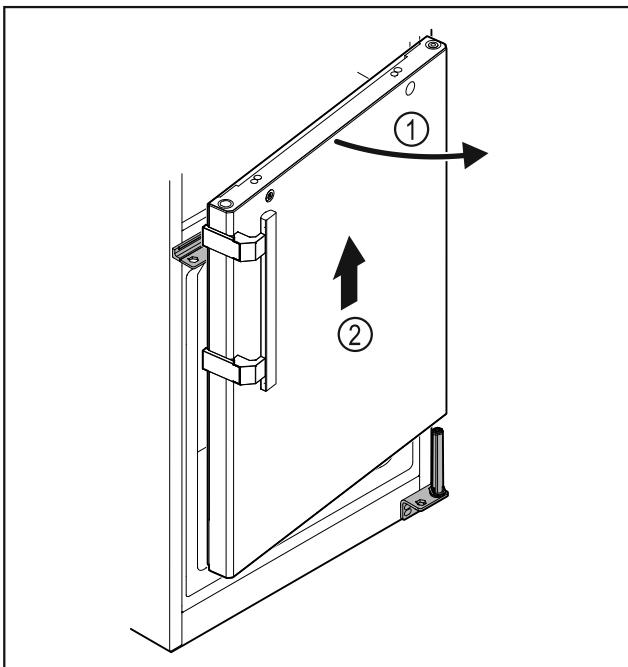

Fig. 28
- Дверцята Fig. 28 (1) трохи відкрити, приблизно на 200 мм підняти прямо вгору і зняти Fig. 28 (2).